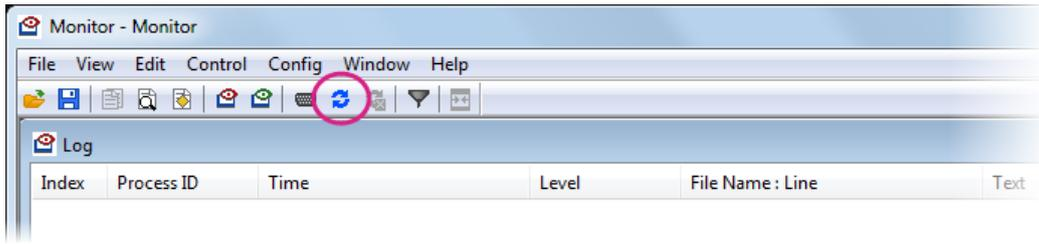

图 34 COM 端口连接
- 3) 选择 COM 端口之后，请点击连接工具按钮以便与开发板建立连接，如图 34。